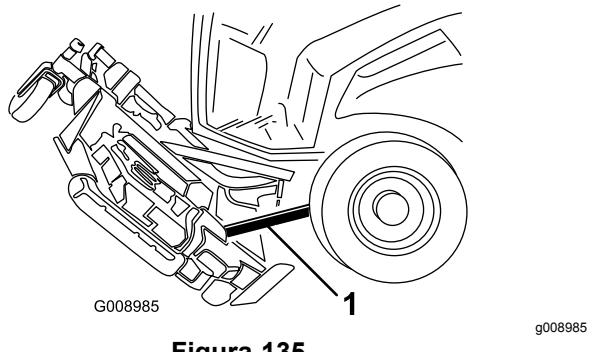

Figura 135
6. Coloque um bloco de madeira entre a traseira da plataforma e a máquina (Figura 135).